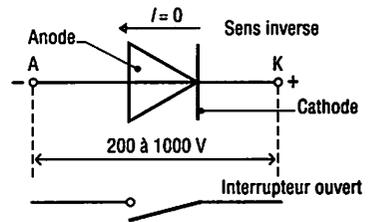

Fig. 1 : Diode dans le sens passant.
a) Sens direct (ou passant) (fig. 1)